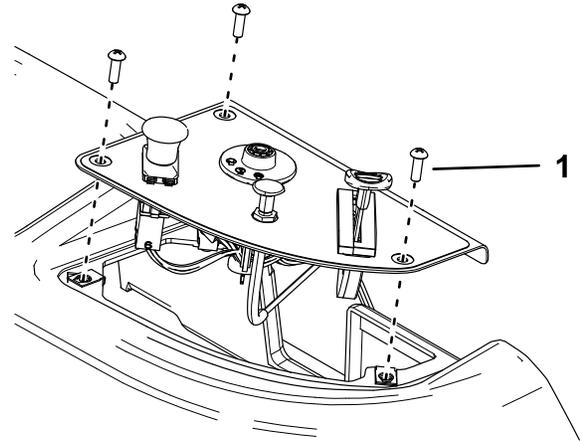

Figura 5
1. Retire los 3 tornillos que sujetan el panel de control, y luego levante el panel de control para tener acceso al arnés de cables (Figura 5).
4. Instale el panel de control y sujételo con los 3 tornillos que retiró anteriormente (Figura 5).